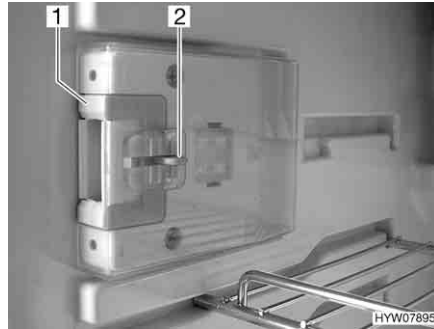
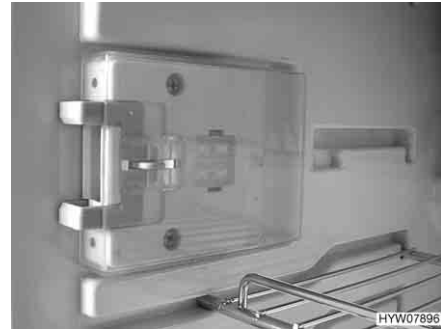

Bild 217 Låsanordning i normalläge
Bild 218 Låsanordning i ventilationsläge
- Tryck in frigöringen (Bild 217,2).
- Skjut låsanordningen (Bild 217,1) framåt (Bild 218).